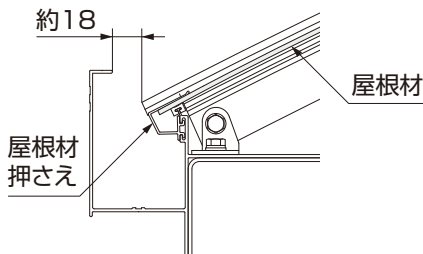

図9-2 屋根材納まり
- 桁と屋根材押さえとのすき間に屋根材を差込んでください。(図9-2参照)
- ②アーチのフィンと屋根材の間に、アーチカバーのフィンを差込んでください。
- ③【12-1】でアーチカバーをアーチの中央から、桁に向かって順番に取付けてください。